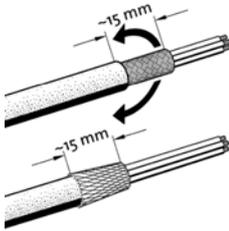

Fig. 14: Colocación de apantallamientos de cables en los racores atornillados para cables CEM (SC...FC WM)
**Colocación de apantallamientos de cables en los prensaestopas CEM (SC...FC WM): véase la Fig. 14 - 16.**